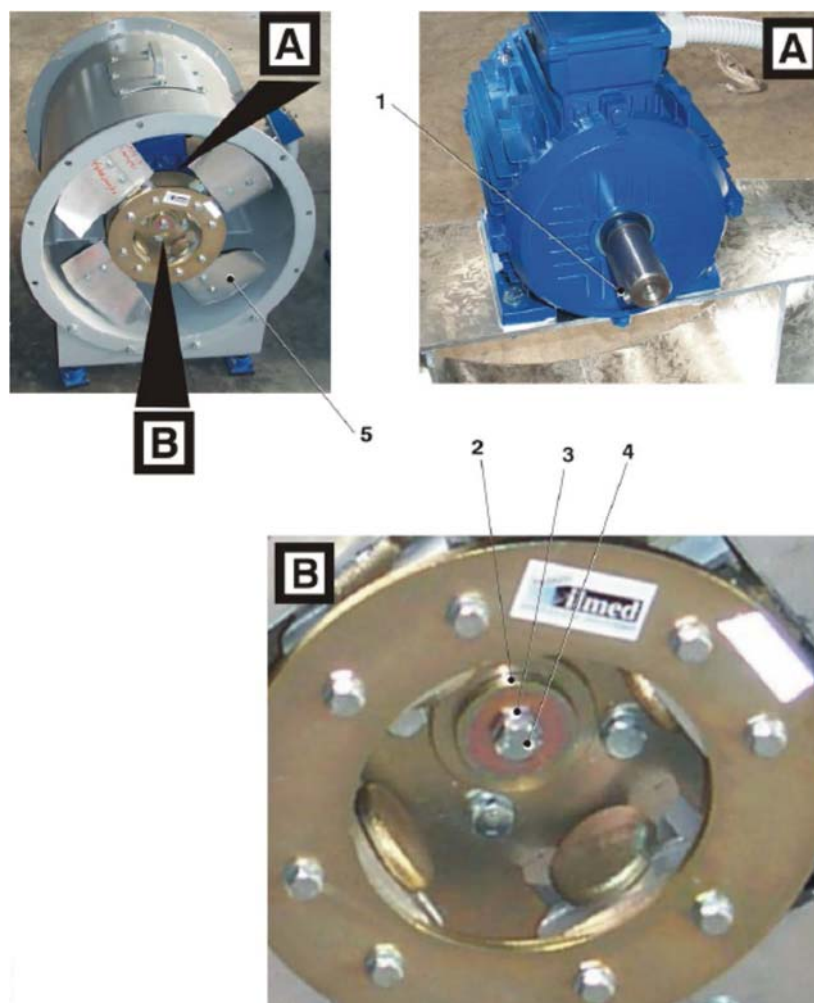

Figura 2-2: Montaggio della girante per i ventilatori dei modelli CFF / GFF-08 / LFF.
5. Sollevare la girante (5, Figura 2-2) ed inserirla sull'albero di accoppiamento.
6. Inserire la chiavetta (1) relativa l'albero.
7. Bloccare la girante sull'albero motore utilizzando la rondella grande (2), quella piccola (3) e la vite (4).